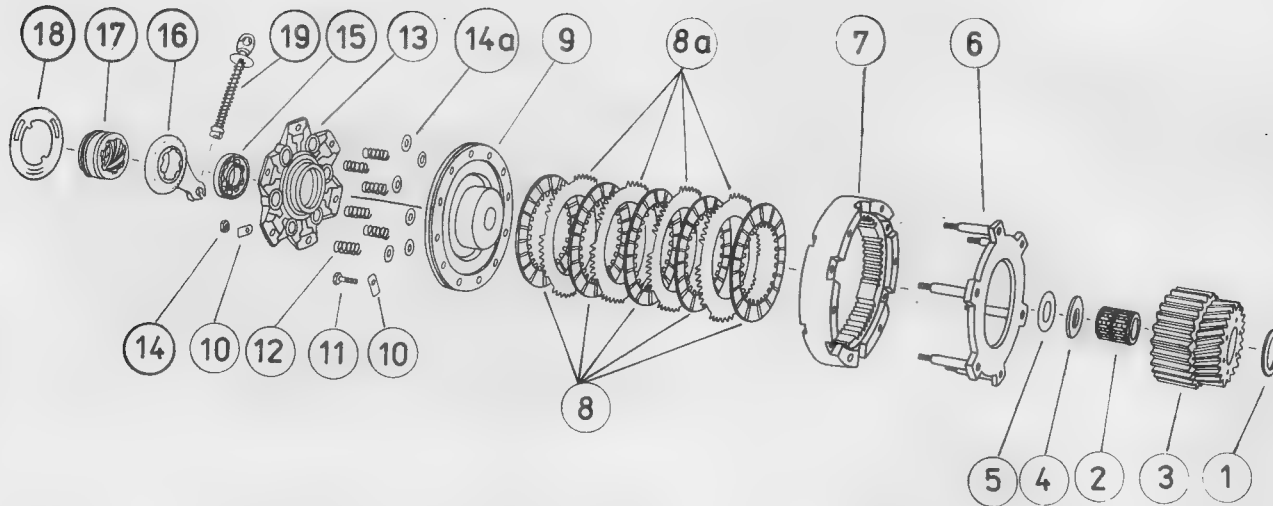

Bild 216. Explosivdarstellung der Kupplung
(4) abnehmen, Antriebsrad mit innerem Mitnehmer (3) und Nadel-lager (2) sowie Distanzscheibe (1) von der Kurbelwelle abnehmen (siehe Bild 216).
(Explosivdarstellung, Bild 216, beachten!)